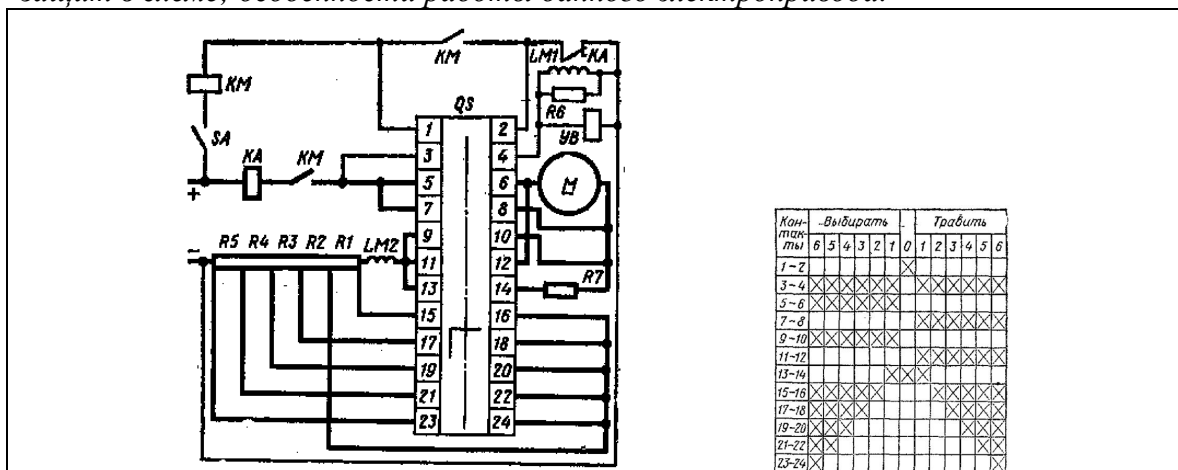

Рис. 1
1. Указать элементы электрической принципиальной схемы (рис. 1), объяснить процесс пуска электродвигателя; возможности регулирования частоты вращения; способы торможения, примененные в схеме; виды защит и способы реализации данных защит в схеме; особенности работы данного электропривода.